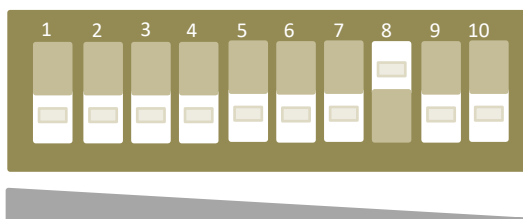

Рисунок 7.14
– установить флажок 8 переключателя регулировки чувствительности (поз.1 рисунок 7.1) в положение «Вкл.» (верхнее положение), все остальные флажки в положение «Выкл.» (нижнее положение) (рисунок 7.14);